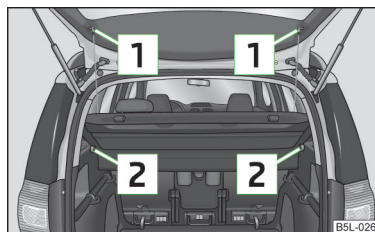

Fig. 60
- Sganciare i nastri di ritegno 1 » fig. 60.